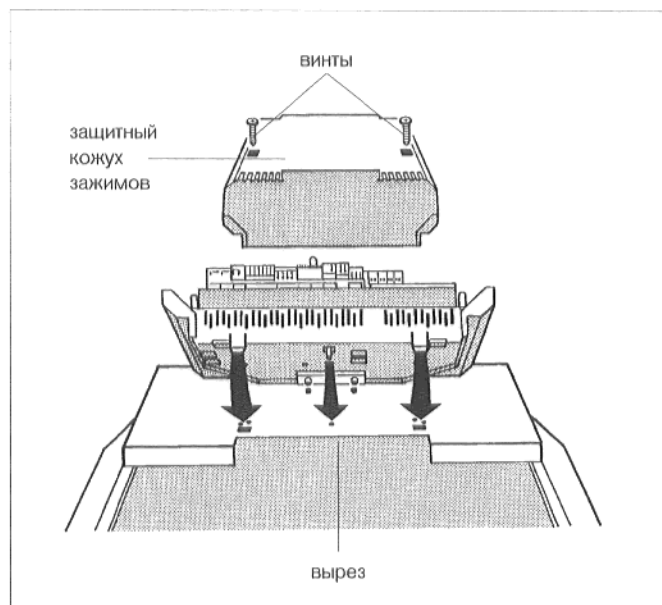

Рис. 13: открыть и насадить систему регулирования 2000
- Вывинтить два винта защитного кожуха зажимов регулятора. Снять защитный кожух зажимов (рис. 13 или 14).
- При этом, проложить капиллярные трубки датчиков температуры и, при "Ecomatic"-регулировании, провод датчика температуры котельной воды через вырез в переднем кожухе котла (рис. 13 или 14).
- Тянуть регулятор в направлении вперед, при этом слегка давить регулятор вниз, пока эластичные крючки не войдут в задние отверстия (рис. 13 или 14).